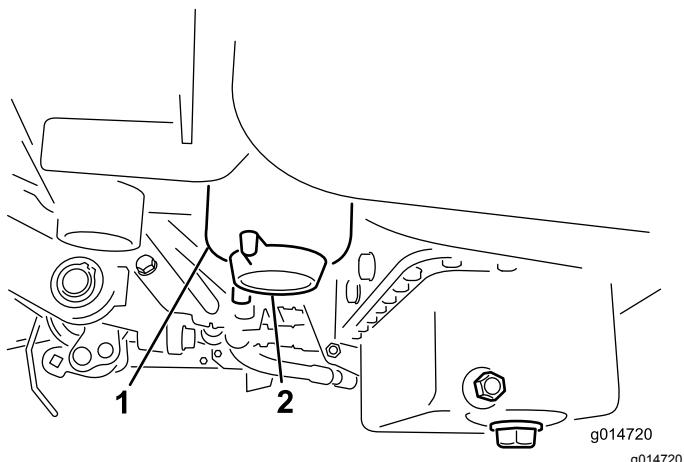

Figure 30
2. Nettoyez la surface autour des supports de la cartouche du filtre (Figure 30).
4. Ouvrez le robinet du filtre (Figure 30).